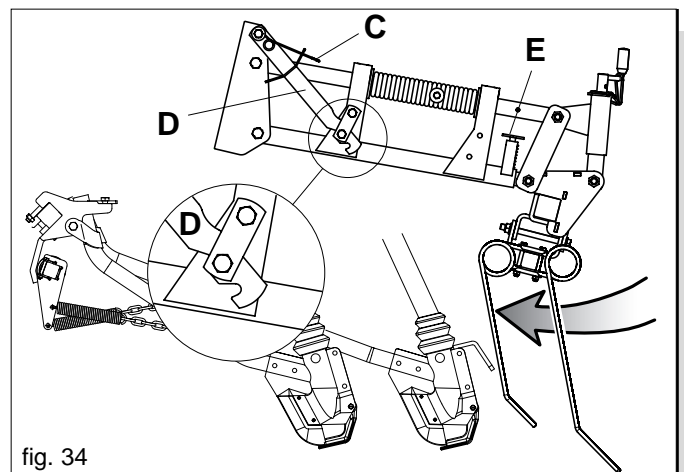

fig. 34
Per il trasporto stradale, i denti dell'erpice copriseme devono essere rivolti verso il basso (Fig. 34).
- 2) Sollevare l'erpice copriseme fino ad agganciare la leva (D Fig. 34).
- 3) Sollevare il perno (E Fig. 34) e far scorrere l'erpice fino al successivo aggancio automatico del perno (E Fig. 34).